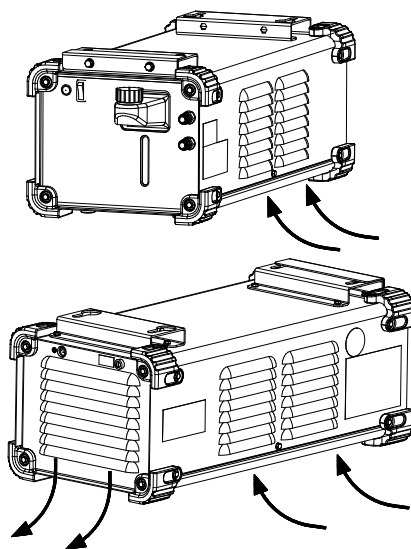

Abb. 3.
9. Luftschlitze: Ermöglichen eine saubere Zirkulation der Luftkühlung (Abb.3).